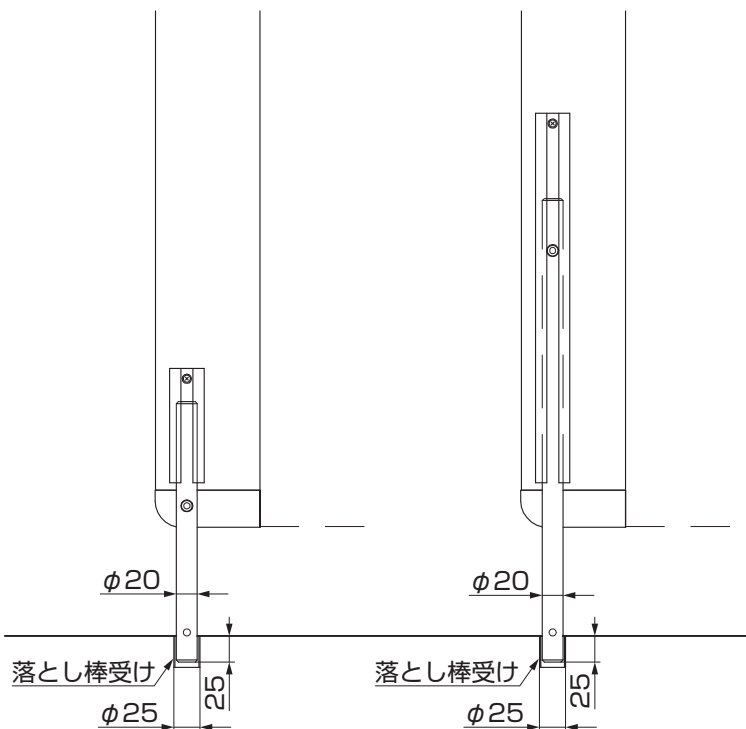

図12-1 H08~H10
- ① 落とし棒受けは、引戸を閉めた状態と開けた状態で、落とし棒が落とし棒受けに入る位置に各々埋込んでください。(図12-1、図12-2参照)